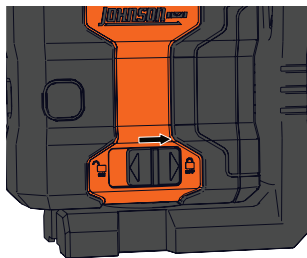

Figure 13
2. Faire glisser le compensateur de verrouillage vers la droite en position verrouillée (ÉTEINT)  pour éteindre l'appareil. (Figure 13)